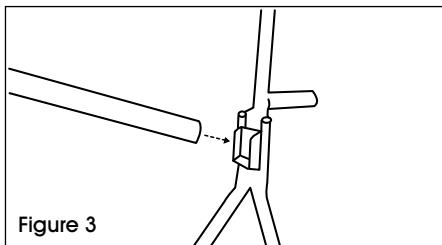

Figure 3
(See Figure 3)
- Glissez l'essieu (D) dans le support des assemblages de pattes. (Voir Figure 3)